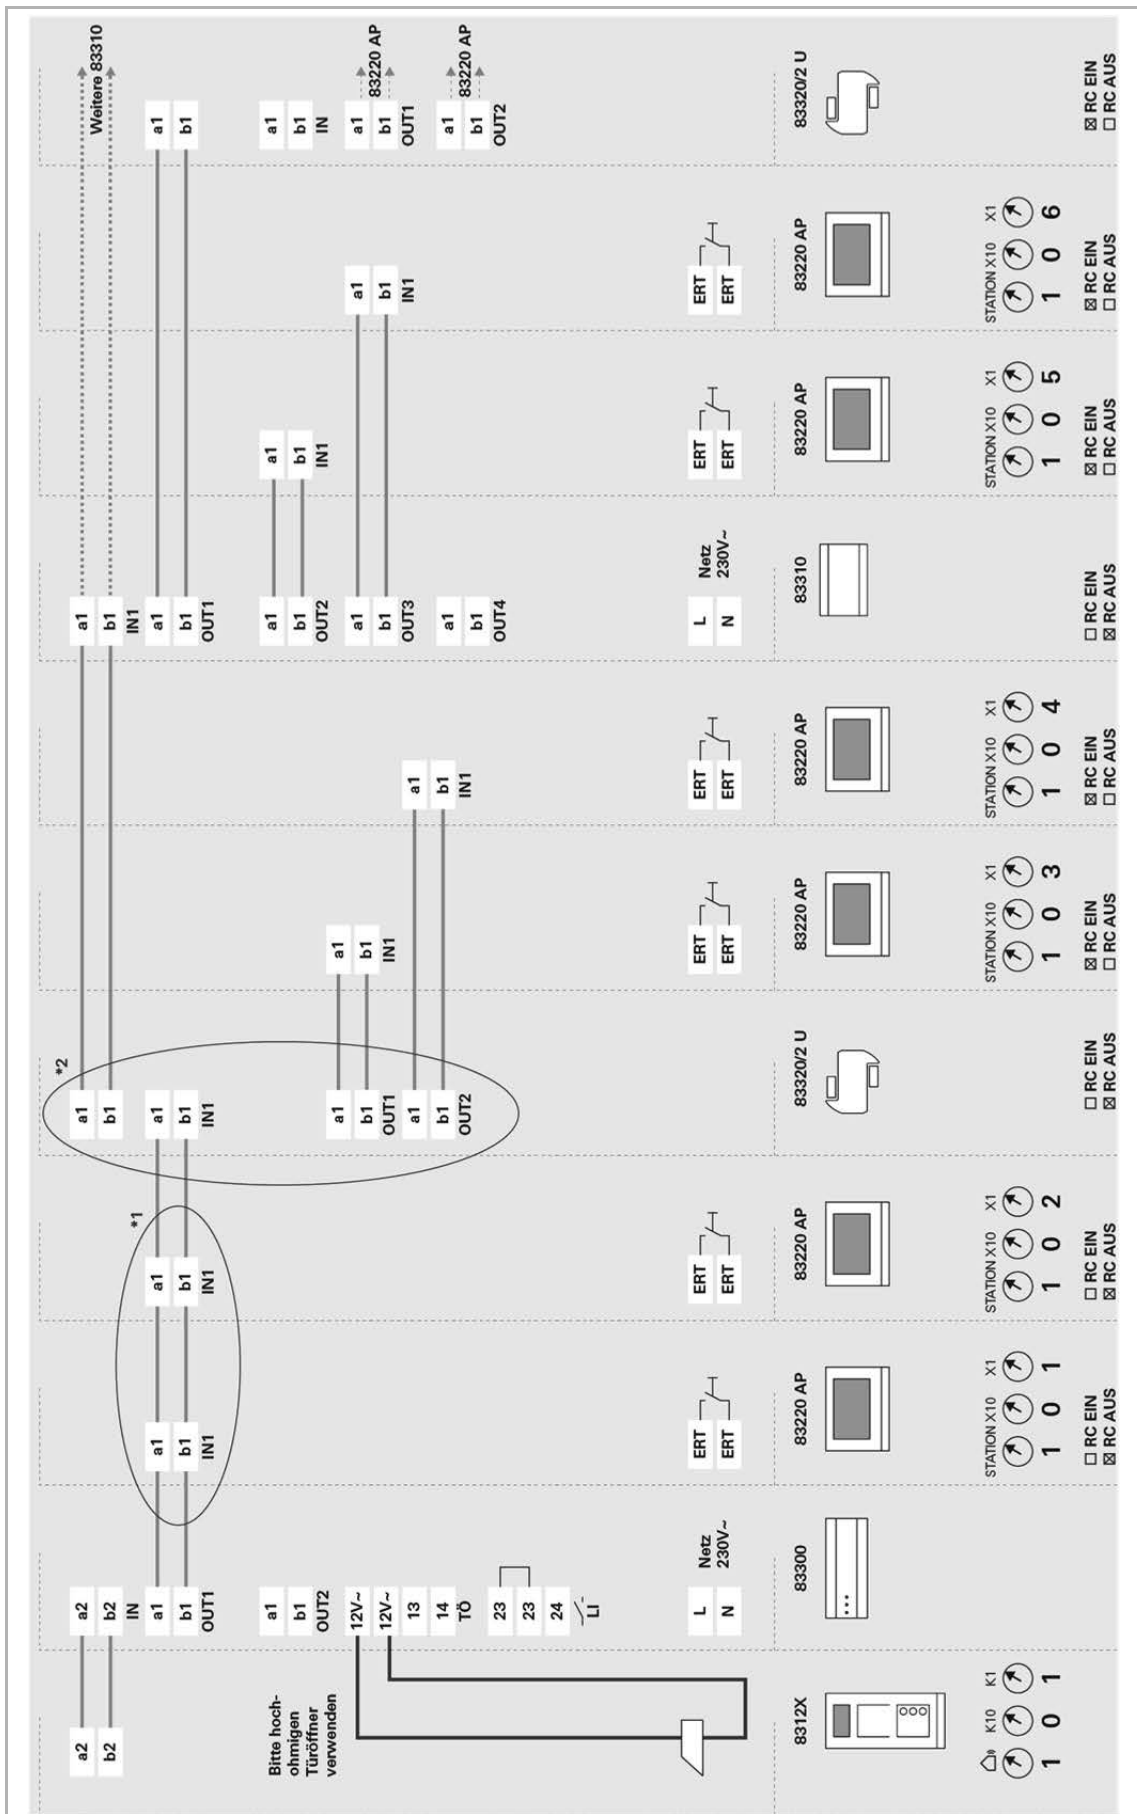

Abb. 23: Video MFH, eine Türstation
4.16 Anlagentyp: Video MFH, eine Türstation (Abb. 23)